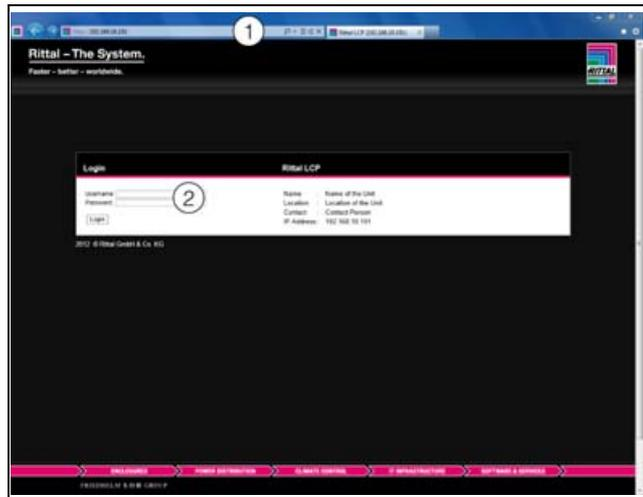

Abb. 54: Anmeldebildschirm bei einer HTTP-Verbindung
- Geben Sie im Browser die Adresse **http://192.168.0.190** ein (Abb. 54, Pos. 1). Es wird
- Melden Sie sich als Benutzer **admin** mit dem Kennwort **admin** an (Abb. 54, Pos. 2).